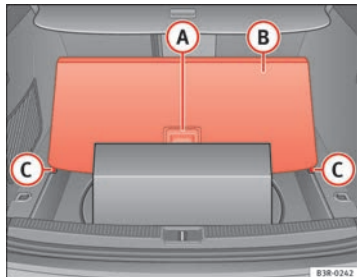

Fig. 124 Piano di carico sollevato
- Servendosi della maniglia **(A)** ⇒ fig. 124, sollevare il rivestimento del bagagliaio **(B)** e posizionarne le estremità laterali negli ancoraggi **(C)**.
- Servendosi della maniglia **(A)** ⇒ fig. 124, ripiegare su se stesso, fino allo schienale del sedile posteriore, il fondo del bagagliaio.
È possibile utilizzare lo spazio ricavato **sotto** il rivestimento del bagagliaio **(B)** ⇒ fig. 124 per riporvi piccoli oggetti.